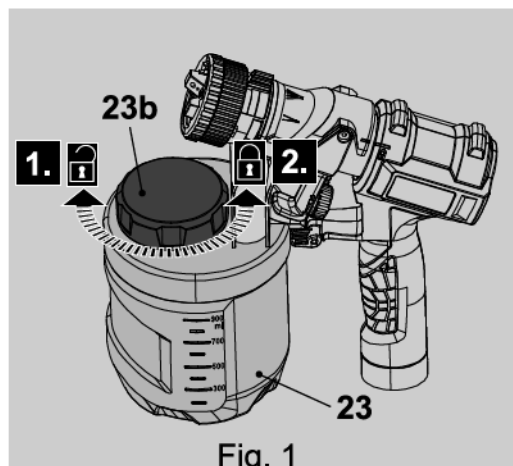

Fig. 1
- > Misture cuidadosamente e dilua a tinta de acordo com as instruções do fabricante da tinta. A viscosidade correcta da tinta influenciará grandemente os resultados da tinta. Misturar a quantidade total de tinta necessária para assegurar uma viscosidade consistente e medir a viscosidade da tinta através do copo de medição de viscosidade (25).
- > Desaperte a tampa de enchimento rápido (23b) do recipiente de tinta (23) (Fig. 1, passo 1).
- > Verter a tinta para o recipiente de tinta (23) até à linha de marcação de 900 ml, no máximo.
- > Voltar a colocar a tampa de enchimento rápido (23b) no recipiente de tinta (23) e apertá-la (Fig. 1, etapa 2).